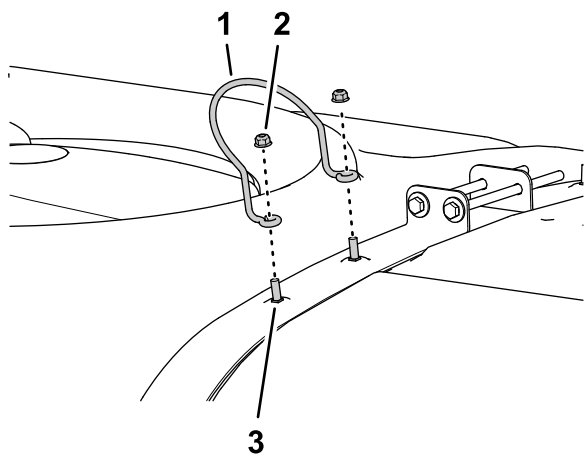

図 13
1. タンクのふたのストップを液剤タンクの後部固定ベルトのキャリッジボルト2本に固定しているフランジロックナット2本を外してタンクのふたのストップを取り外す 図 13。